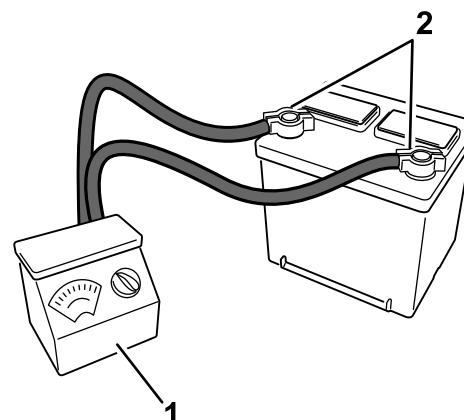

図 2
5. 充電器に接続し、充電電流を3~4Aにセットする(図 2)。3~4Aで充電する。電解液の比重が1.250以上、液温が16°C以上、全部の電極板から泡が出ていれば充電終了である。
6. 充電が終わったらチャージャをコンセントから抜き、チャージャのリード線をバッテリー端子からはずす(図 2)。